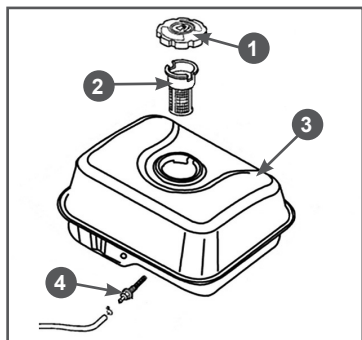

Рис. 21 Топливный бак и топливные фильтры
топливного бака. Второй фильтр конструктивно объединен со штуцером топливного бака и установлен внутри бака (Рис. 21).
полностью выработать топливо. Одновременно с очисткой топливного бака необходимо проверять и очищать фильтр 4, установленный внутри бака (Рис. 21). Поврежденный или сильно загрязненный фильтр необходимо заменить.
3. Выкрутите из топливного бака выходной штуцер 4 и произведите его очистку (Рис. 21). Внимательно осмотрите сетчатый фильтр. При обнаружении механических повреждений замените штуцер топливного бака.